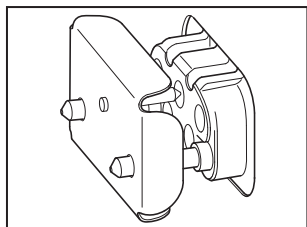

Fig. 1
- Attendere che la piastra ad induzione si raffreddi prima di rimuoverla e lavarla, se necessario. Dopo aver rimosso la piastra ad induzione dal forno, chiudere la presa elettrica con il coperchio fornito in modo da impedire l'ingresso di sporco (Fig. 1).